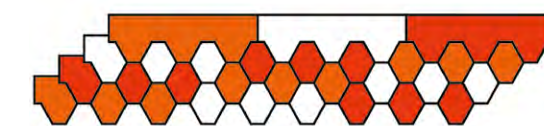

Рис. 20. Схема чередования гонтов битумной черепицы Döcke на примере гексагональной формы гонта.
8.2.4 В целях недопущения потенциальной разницы оттенков цвета на скатах кровли, необходимо при монтаже чередовать гонты из разных упаковок (не менее трёх упаковок) по следующей схеме (рис. 20): Каждый цвет соответствует отдельной упаковке битумной черепицы.